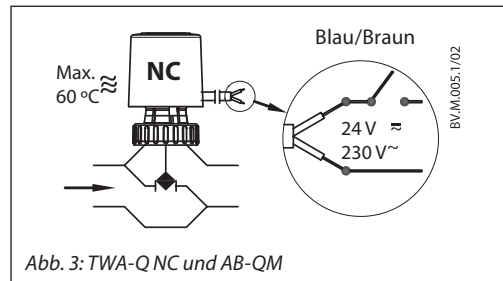

Abb. 3: TWA-Q NC und AB-QM
**Kombination, TWA-Q NC und AB-QM (Abb. 3 und 5)**